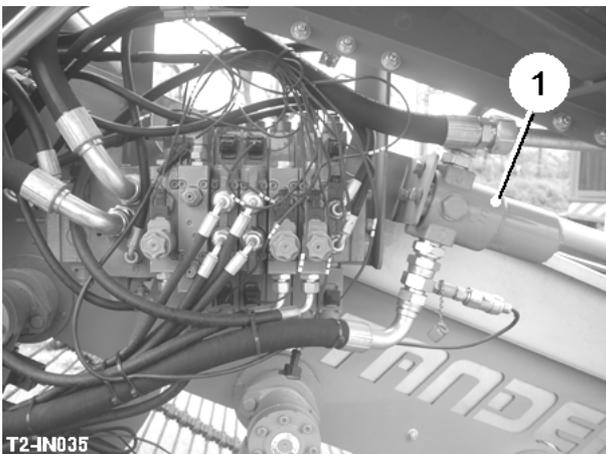
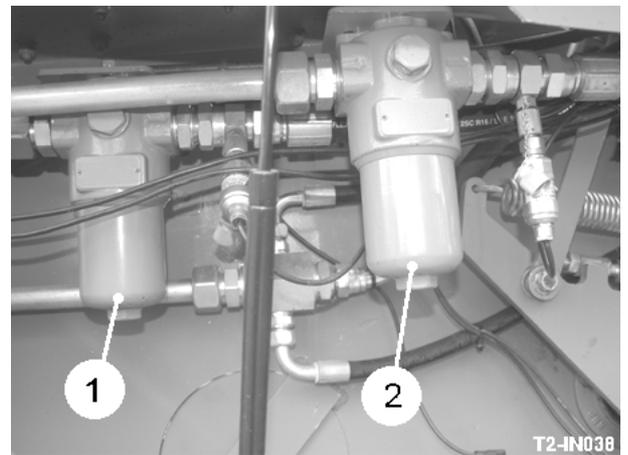

Fig 37
Fig 40
Los elementos de filtro de compresión (item 1, fig 37, 38, & 39) e (item 1 & 2, fig 40) deben ser reemplazado después de la primera vez de ejecución 50 horas y luego cada 500 horas o anualmente de allí en adelante.